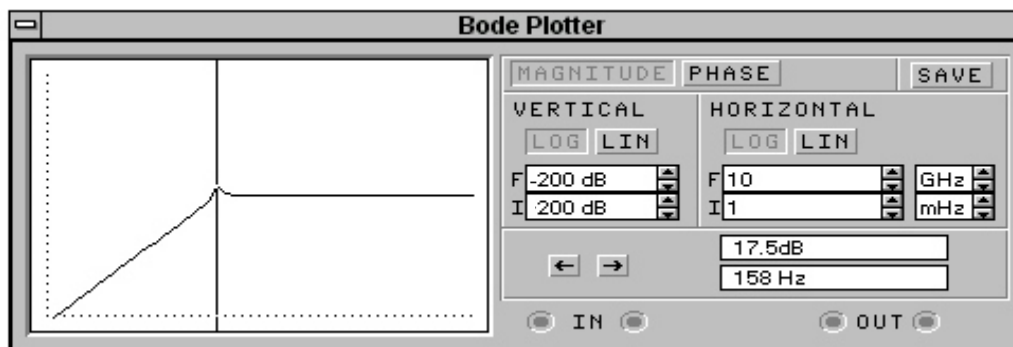

Рис.4.6.
2.3. Включить схему и увеличенное изображение бode-плоттера (рис.4.6). Для получения амплитудно-частотной характеристики (АЧХ) нажать кнопку MAGNITUDE. По вертикальной оси (VERTIKAL) отложить отношение напряжений - в логарифмическом масштабе (LOG) от -200dB до 200dB.